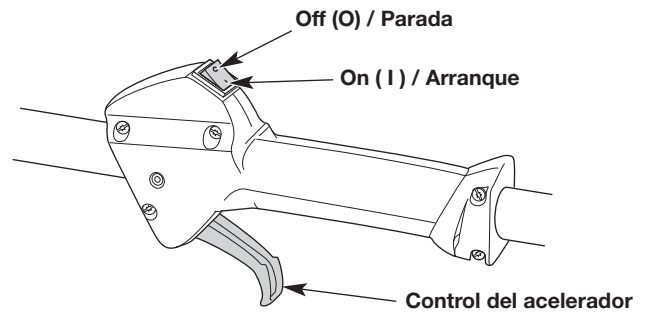
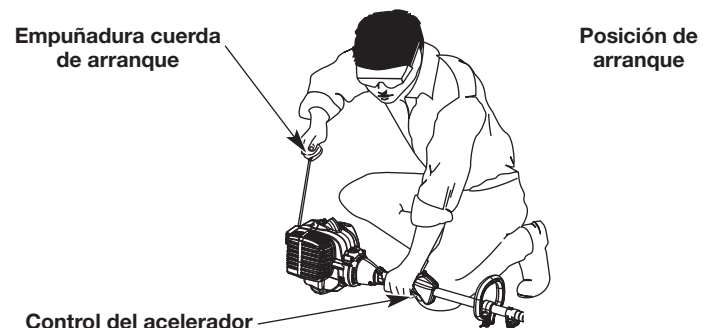

Fig. 8
Fig. 11
ADVERTENCIA: Se debe evitar arrancar accidentalmente la unidad. A fin de evitar que se produzcan lesiones graves, el operador y la unidad deben estar en una posición estable cuando se jala la cuerda de arranque (Fig. 11).
NOTA: No es necesario encender la unidad. El interruptor de encendido/apagado está en la posición ON (I) (encendido) en todo momento (Fig. 8).
5. Agacharse en la posición de arranque (Fig. 11).
6. Apriete el control del acelerador (Fig. 8) y tire de la cuerda de arranque con un movimiento controlado y firme **5 veces** (Fig. 11).
2. Oprima y mantenga apretado el interruptor de encendido/apagado en la posición OFF (O) (apagado) hasta que el motor se pare por completo (Fig. 8).
7. Apriete y mantenga oprimido el control del acelerador (Fig. 8). Ponga en marcha el accesorio de arranque eléctrico durante 2 segundos.